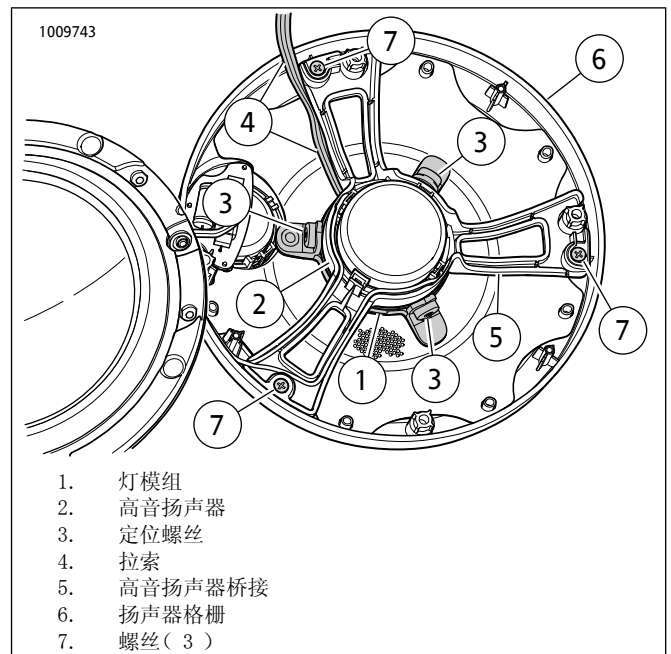

图13。扬声器格栅、高音扬声器桥接和LED灯
5. 参见图13。拆下将高音扬声器桥接(5)固定至扬声器格栅(6)的三个螺丝,然后将两者小心地分开。小心操作,不要损坏或拉紧高音扬声器电线。保留五金件待用。
参见图13。按照图示将灯模组(1)置于高音扬声器(2)上。将灯模组轻压到位。